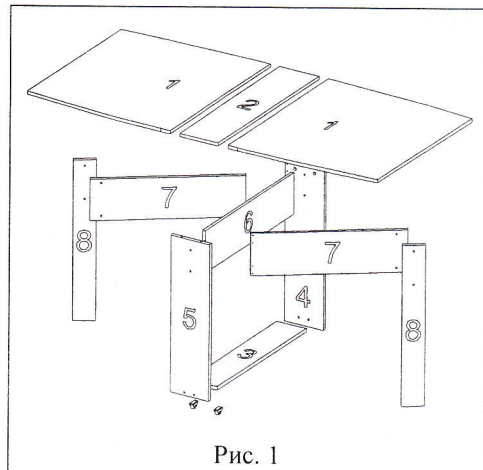

Рис. 1
1. Взаимное расположение деталей стола (см. рис.1).